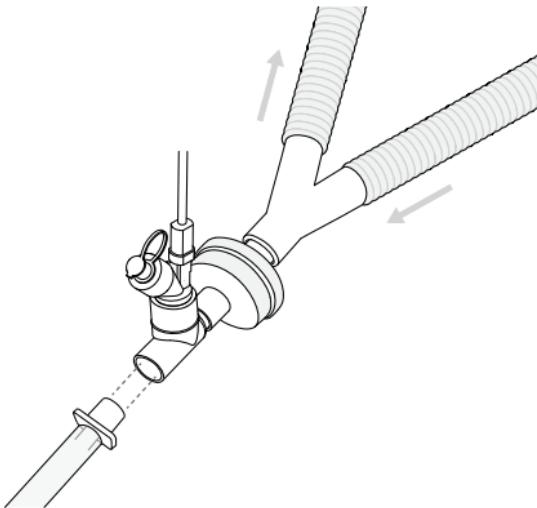

Figura 9. Il sistema Aerogen Solo è collocato tra il dispositivo HME e il tubo endotracheale
4. In questa configurazione deve essere utilizzato soltanto un HME approvato per l'uso con un nebulizzatore (figura 9). Seguire le istruzioni del produttore del dispositivo HME sull'uso con un nebulizzatore. Assicurarsi che il volume totale combinato di nebulizzatore ed elemento a T con o senza un HME sia adatto al volume corrente fornito. Non utilizzare un nebulizzatore tra il raccordo a Y e il paziente neonato. Fare riferimento alle controindicazioni a pagina 75.